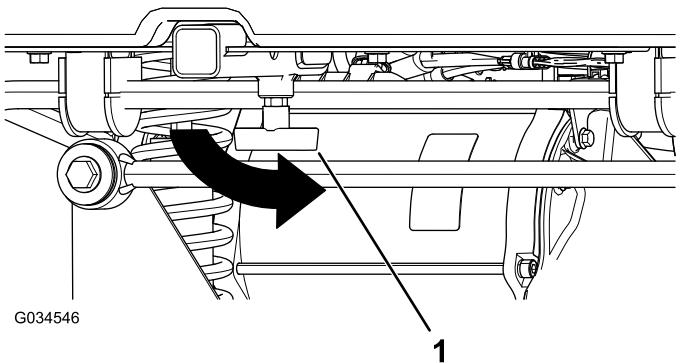

Figure 16
- Resserrez la poignée en « T » en la tournant dans le sens antihoraire (Figure 16).